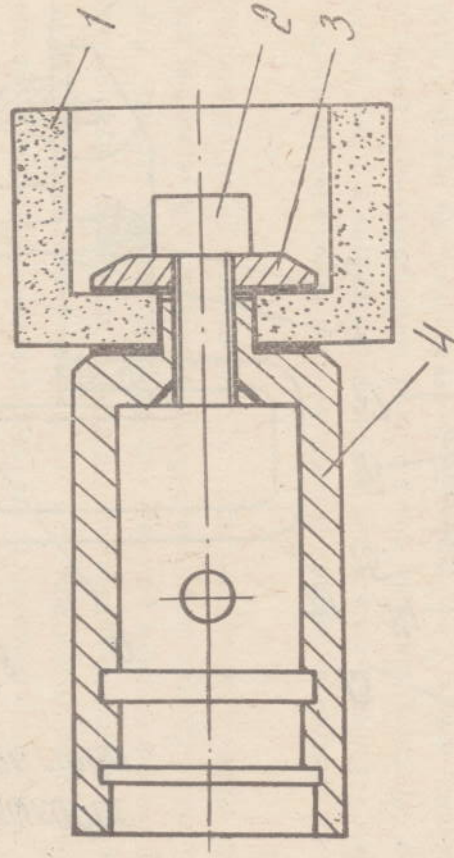

Рис. 18
8.6. Плоскошлифовальное устройство (рис. 18). Чашечный шлифовальный круг 1 с помощью винта 2 и шайбы 3 крепится на оправке 4. Оправка установлена на ней кругом наворачивается на передний конец шпинделя станка.